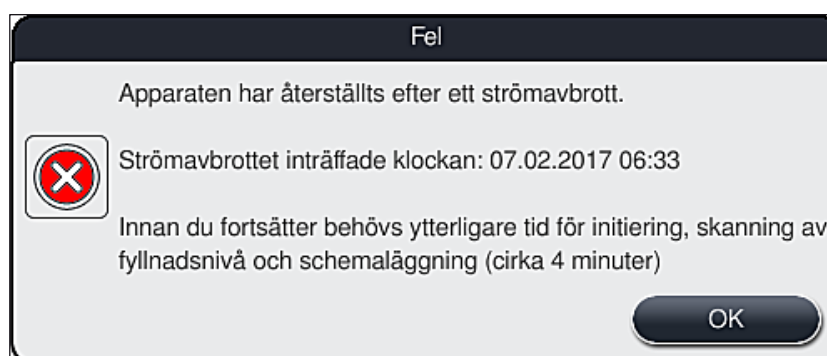

Bild 104
- ① Det första informationsmeddelandet efter det att enheten har startats om informerar operatören om tidpunkten för strömbrottet (→ "Bild 104"). Bekräfta informationsmeddelandet genom att trycka på **OK** för att få instruktioner för att fortsätta infärgningen.